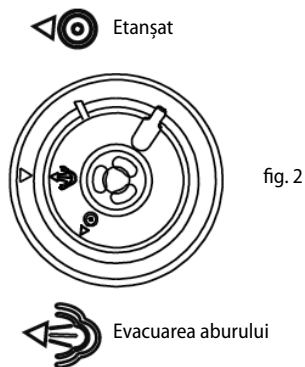

fig. 2
3. Pregătiți capacul de presiune (3), a se vedea Fig. 2.
- Prin tragerea proeminenței metalice de pe partea inferioară a capacului îndepărtați capacul de protecție pe care este montată garnitura (6). Garnitura (6) poate fi scoasă și curățată. Asigurați-vă că garnitura (6) nu este deteriorată sau ruptă nicăieri. În caz de deteriorare, este necesară înlocuirea. Asigurați-vă că supapa flotantă (5) este curată și se poate mișca liber.
5. Prindeți capacul de presiune (3), rotiți mânerul în sensul acelor de ceasornic și ridicați capacul pe verticală în sus.
6. Îndepărtați vasul interior (12). Volumul total de alimente și apă nu trebuie să depășească 2/3 din volumul vasului interior.
7. Asigurați-vă că suprafața interioară a corpului aparatului (13) este uscată și așezați vasul interior (12) în corpul aparatului (13).
8. Puneți capacul de presiune (3), rotiți-l în sens invers acelor de ceasornic până când auziți un clic. În acel moment, capacul se află la locul potrivit.
9. Rețineți că pentru ca oala să funcționeze corect, supapa de presiune (4) trebuie să se poată mișca liber.